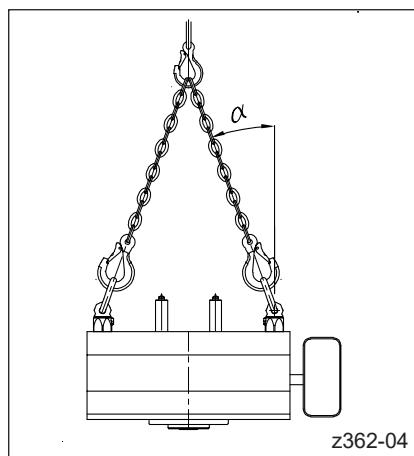
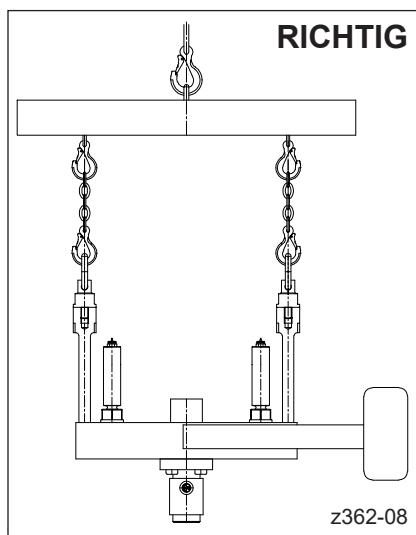
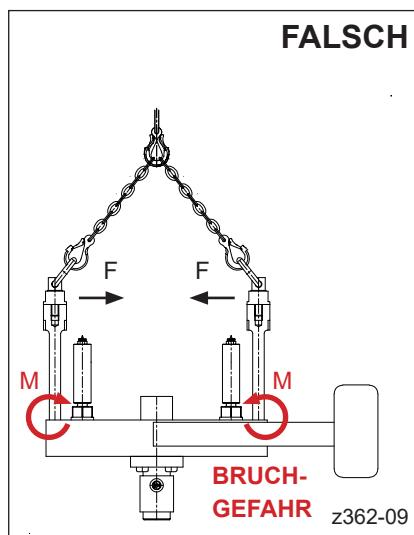

Abbildung 14: Anheben einer Last über 2 Anschlagpunkte, verteilt auf 2 gleichmäßig belastete, aber geneigte Stränge (Beispiel: liegende Heiße Seite)
Abbildung 16: Richtiges Anheben einer Last bei Verwendung von Distanzbolzen für Anschlagwirbel (L2X-System)
Abbildung 17: Falsches Anheben einer Last bei Verwendung von Distanzbolzen für Anschlagwirbel (L2X-System)
- Die Last wird auf 2 gleichmäßig belastete, aber geneigte Stränge verteilt (siehe Abbildung 14). Hierbei muss entsprechend dem Neigungswinkel  $\alpha$  eine Reduktion der Maximallast stattfinden (siehe Tabelle 8).
- Kommen Distanzbolzen für Anschlagwirbel zum Einsatz, ist die Verwendung einer Kran-Traverse zwingend notwendig, um eine korrekte Krafteinleitung über senkrecht gestreckte Stränge zu ermöglichen (siehe Abbildung 16). Wird hier mit geneigten Strängen angehoben entsteht eine Kraft  $F$ , die im Einschraubgewinde ein Biegemoment  $M$  verursacht. Hierdurch besteht Bruchgefahr (siehe Abbildung 17).
Entnahme einer Heißen Seite, eines L2X-Systems oder eines einzelnen Verteilers aus einer Transportkiste oder von einer Palette (siehe Abbildung 14, Abbildung 15 bzw. Abbildung 16).